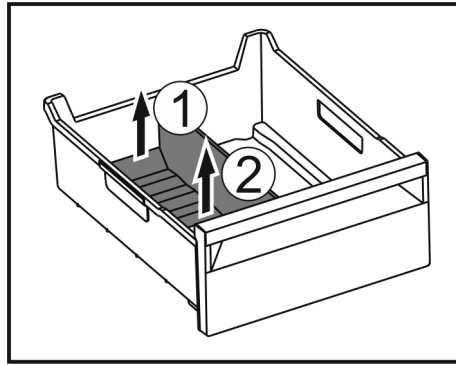

Fig. 153
- ▶ Повдигнете задната част на разделителя на отделението за лед. Fig. 153 (1)
- ▶ Извадете разделителя на отделението за лед нагоре. Fig. 153 (2)